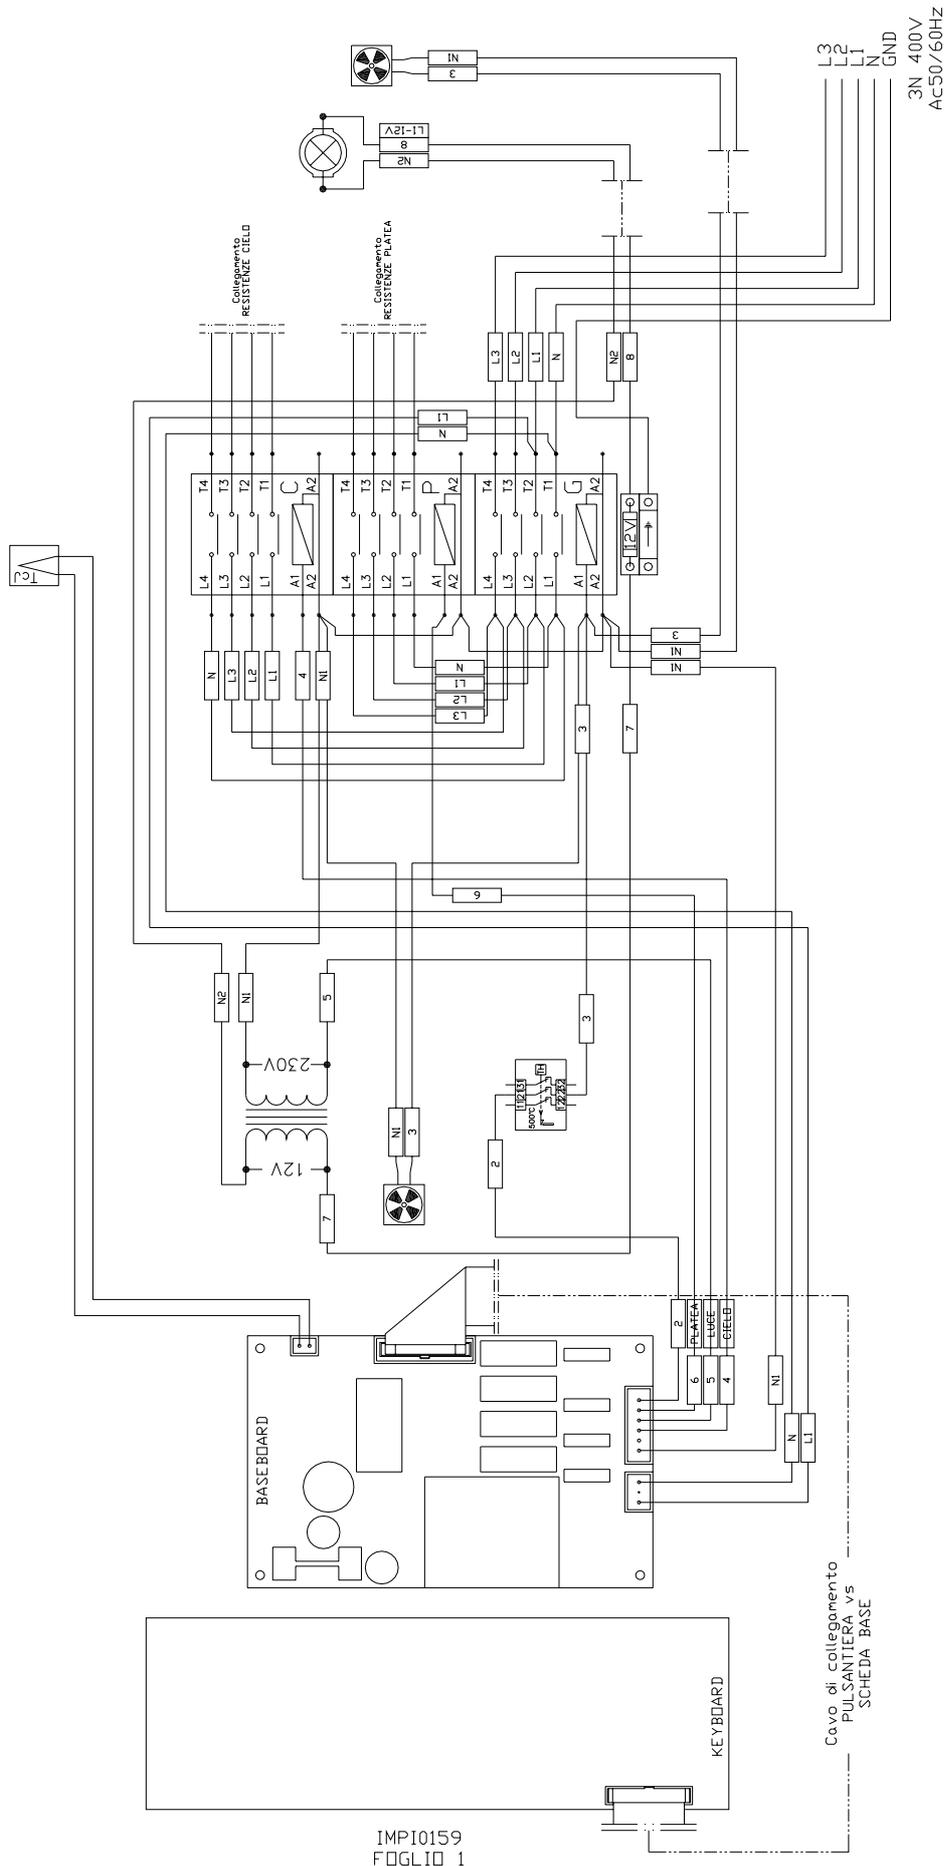

Abb. 9-1 Schaltplan zu 400V 3-N (Hilfsverbindung)
In der Abb. 9-1, 9-2, 9-3, 9-4, 9-5, 9-6, 9-7 sind die Schaltpläne zu 400V 3-N, 230V 3 und 230 1-N.
2. Ersatz des Versorgungskabels mit einem zu den neuen Absorptionswerten passenden Schnitt, siehe Abb. 9-1 Abb. 9-4 Abb. 9-5, Abb. 9-6, Abb. 9-7;
3. Änderung der Kabelverbindung, siehe Abb. 9-1 Abb. 9-4 Abb. 9-5, Abb. 9-6, Abb. 9-7;